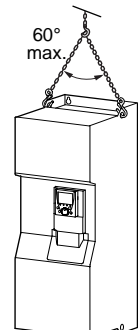

Figura 4
**3** Svitare le viti di fissaggio del variatore sul pallet e muovere il variatore utilizzando un paranco. Il variatore è dotato di appositi anelli di movimentazione (figura 4).